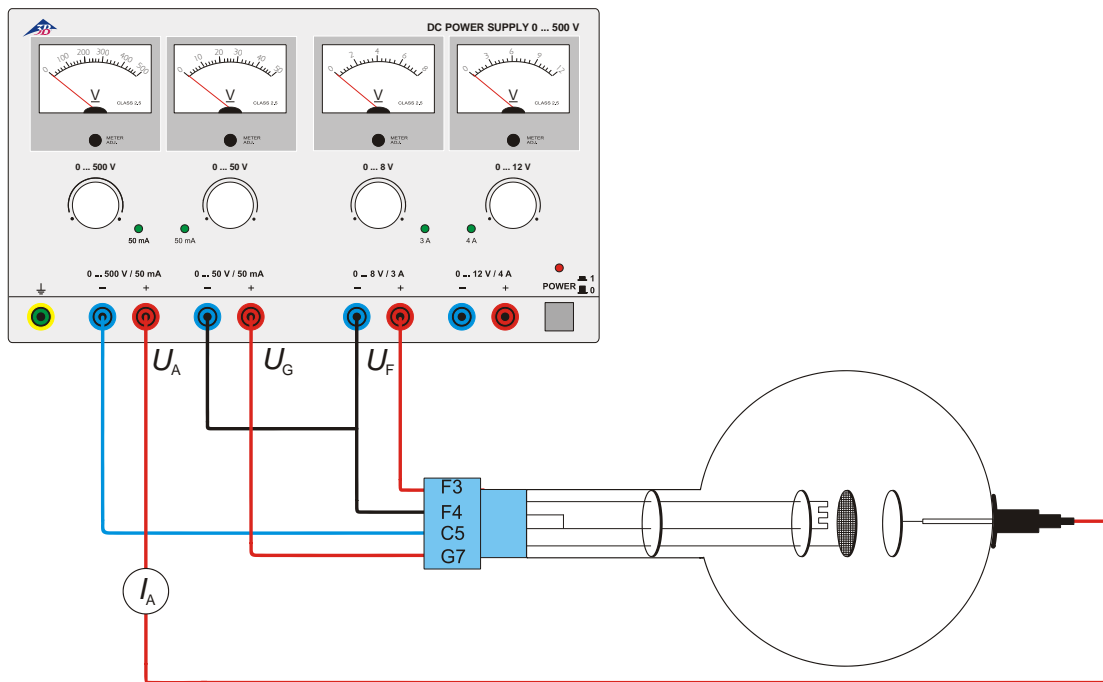

Fig. 1 Démonstration du courant anodique et détermination de la polarité des porteurs de charges
- Procédez au câblage comme le montre la figure 1.